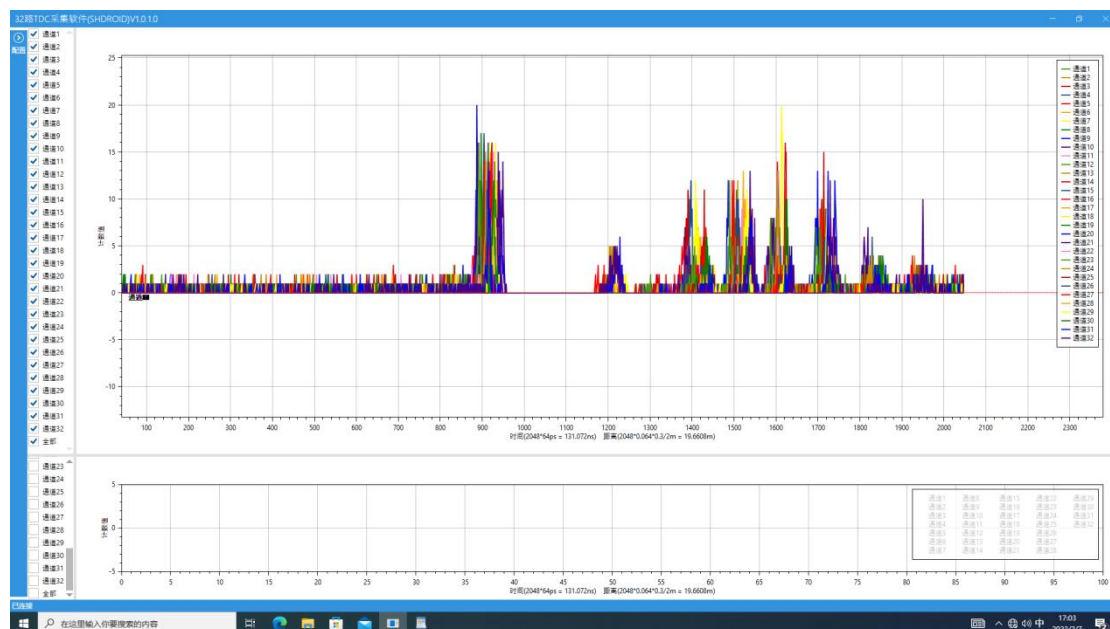

图15 激光器回波信号
1.6.4 激光器回波信号数据的测量，将激光器（被测光源）开启，使L32阵列探测器，处于相对黑暗的环境中，探测器的接收面与激光器（被测光源）的发射面平行，点击触发，对激光器回波信号进行测量，再通过上位机软件解析展示。如图15所示。